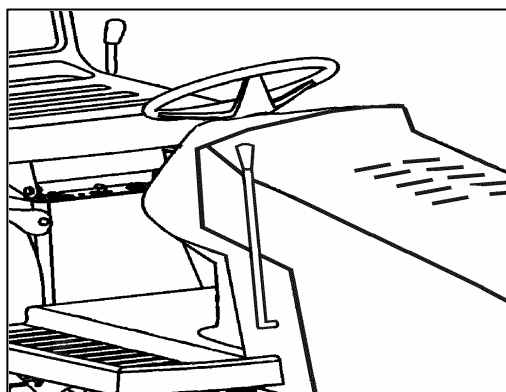

Fig. 12
Om te koppelen, laat de hendel zakken en plaats hem op de positie ON: hij zet het maaidek in werking en drijft de riemen van de messen aan. (fig. 12).
VERLICHTING (Fig. 12, pos.4)